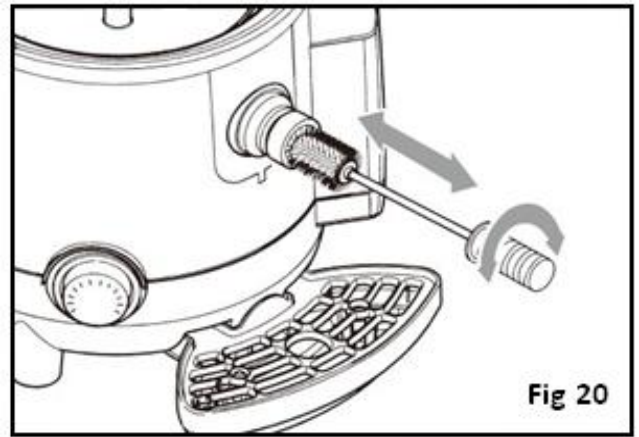

Fig 20
- Pulire il condotto che collega la vasca e il rubinetto, utilizzando la spazzola di pulizia (inclusa) (Fig. 20).